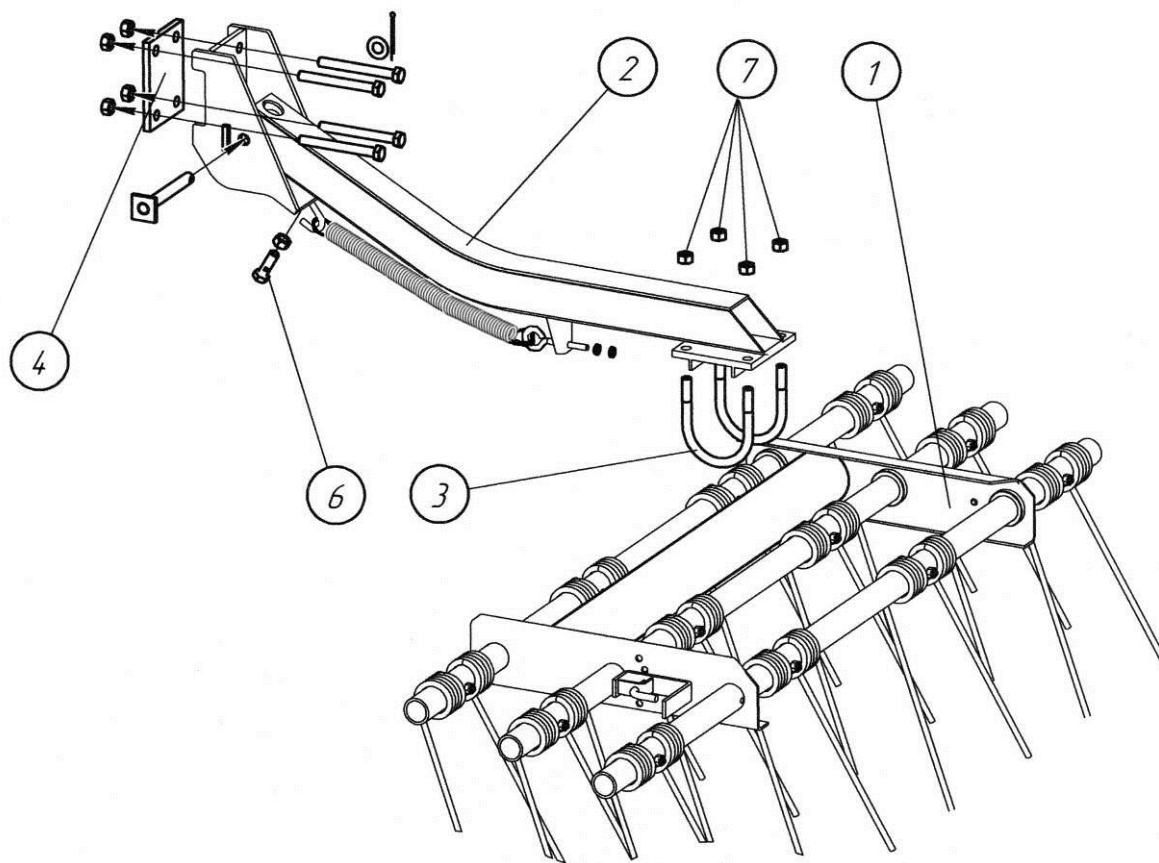
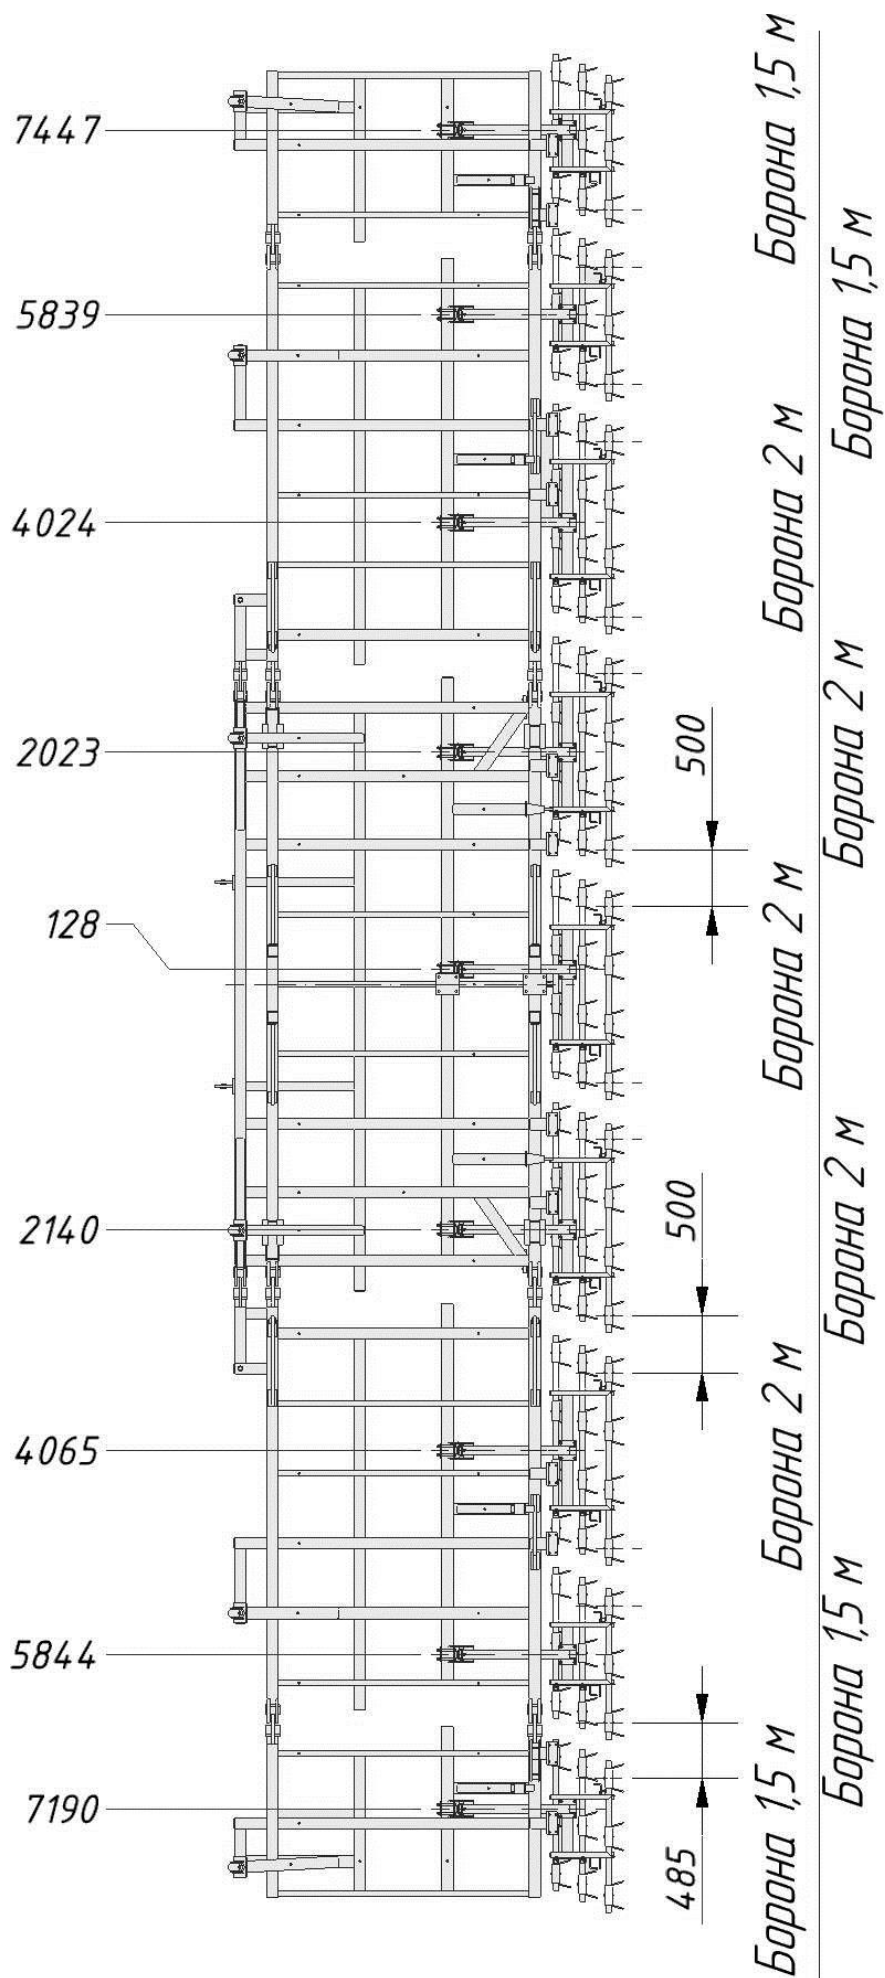

Рис. 4.9.1. Крепление секции трехрядной бороны
Рис. 4.9.2. Схема крепления борон на ПК-15,8
4.9.1. Закрепите секцию трехрядной бороны 1 на кронштейне 2 стремянками 3 и гайками 7 М16 (см. рис. 4.9.1).
Расположение коротких и длинных борон показано на рис. 4.9.2. Расстояние указано от центра главной рамы до центра соответствующего кронштейна.
4.9.3. Для обеспечения одинакового расстояния между зубьями соседних секций необходимо выдержать размер 510 мм между болтами соседних секций (рис.4.9.2). С помощью регулировочного болта 6 установите все бороны на одном уровне от земли. Поверните бороны в стремянках 3 так, чтобы передняя часть бороны была на 25 мм выше задней. Это обеспечит лучшее качество боронования и равномерный износ зубьев. Окончательно затяните гайки 7 (рис.4.9.1).
4.9.4. Для ПК с металлическими прикатывающими спиральными катками бороны устанавливаются на сваренные в центре рамы проставки. Схемы установки см. на рис.4.9.2.1.